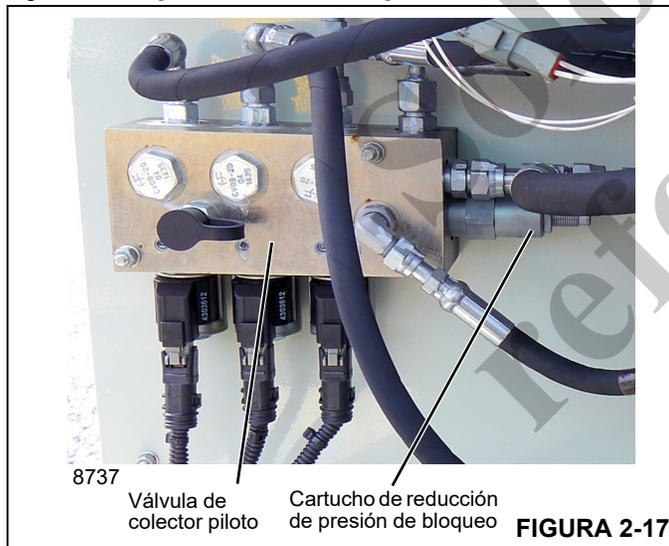

FIGURA 2-17
El suministro de aceite de la bomba se dirige a las palancas de control de bajada de la pluma, extensión del telescopio y elevación para que no sean operados. Cuando la grúa no está bloqueada o está en condición de prevención de contacto entre bloques (A2B), la válvula del colector piloto (Figura 2-17) se deja girar y que drene aceite de esos controles al tanque. Esto permitirá que estos controles operen estas funciones nuevamente. Al girar 205 grados hacia la izquierda o hacia la derecha desenergizará los solenoides de giro y bloqueará el flujo para que funcione el giro.
5. Si la presión no es la correcta, ajuste la presión de bloqueo reduciendo el cartucho localizado en el colector de bloqueo (Figura 2-17). Gire hacia adentro para aumentar o hacia afuera para alcanzar la presión correcta.